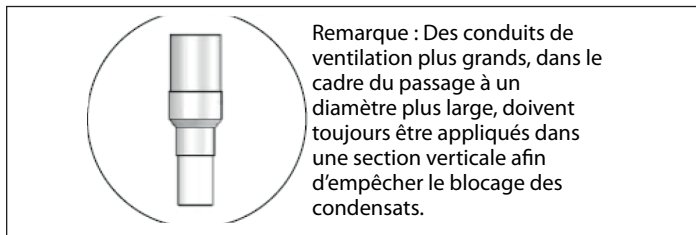

Figure 31 - Passage d'un conduit de ventilation de 5 cm (2 po) à 7,6 cm (3 po)
**REMARQUE :** AUGMENTER LA TAILLE DU SYSTÈME DE VENTILATION : LE PASSAGE D'UN CONDUIT DE 5 CM (2 PO) À 7,6 CM (3 PO) DOIT TOUJOURS ÊTRE EFFECTUÉ DANS UNE SECTION VERTICALE AFIN D'EMPÊCHER LE BLOCAGE DES CONDENSATS. Voir Figure 31.